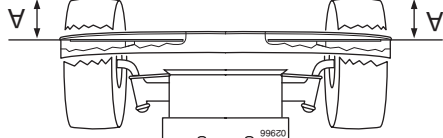

FIG. 29
- Ajustement LATÉRAL DE PRÉCISION (Voir la Fig. 29)